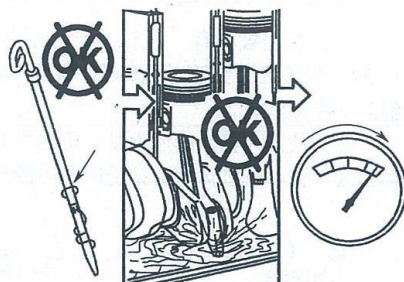

图 1-327 高油位造成低油压情况分析
(4) 机油油位偏高 发动机机油加注量过多, 高油位造成低油压。原因是油位高到没过连杆, 油内便充满气泡, 导致机油压力偏低和发动机温度偏高, 见图 1-327。